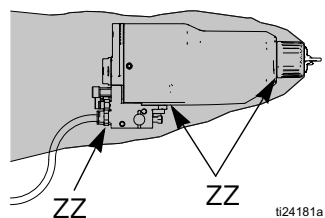

図 13. 液体漏れのチェック
操作中には、定期的にガンのシュラウド (ZZ) の全ての開口部をチェックし、液体が出ていないか確認してください。図 13 を参照してください。これらのエリアに液体が存在する場合には、シュラウドに液体が漏れ出していることを示しています。これは液体チューブ接続部や液体パッキンでの漏出のために発生することがあります。